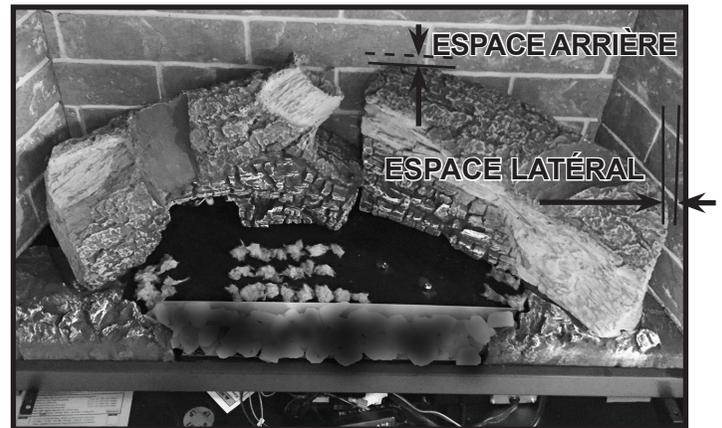

Figure 5. Bûche arrière droite installée
2. Retirez la grande bûche arrière droite de l'emballage et installez la bûche en la posant sur la tige de bûche arrière droite. Sur certains modèles, il pourrait être nécessaire de soulever légèrement la bûche arrière gauche pour installer la bûche arrière droite. Le côté droit de la bûche reposera sur l'encoche du composant de l'âtre droit. Voir la figure 5.
Modèles SL-7X et SL-9X : La bûche arrière droite sera positionnée pour toucher le réfractaire arrière (sans espace arrière). Il y aura un espace latéral d'environ 19 mm (3/4 po) entre l'extrémité droite de la bûche et le panneau réfractaire droit. Voir la figure 5.
Modèles SL-3X : La bûche arrière droite sera positionnée pour conserver un espace d'environ 25 mm (1 po) entre la bûche arrière droite et le réfractaire arrière. La bûche arrière droite touchera le panneau réfractaire droit (aucun espace latéral). Voir la figure 5. Glissez la bûche arrière gauche vers la droite, aussi près que possible de la bûche arrière droite, comme le permet la tige de disposition. Il devrait y avoir une distance de 6 mm (1/4 po) maximum entre les bûches arrière.
Modèles SL-5X : La bûche arrière droite sera positionnée pour conserver un espace d'environ 6 mm (1/4 po) entre la bûche arrière droite et le réfractaire arrière. La bûche arrière droite touchera le panneau réfractaire droit (aucun espace latéral). Voir la figure 5.